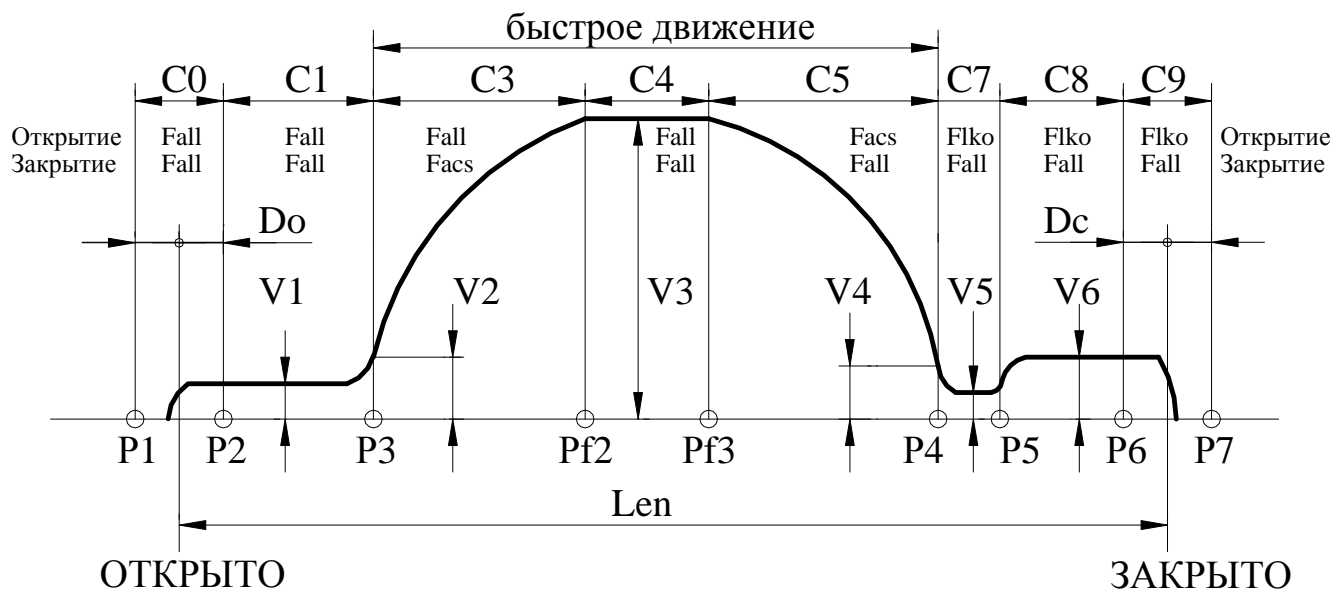

Рис.3. Траектория движения.
- **E0L** – переезд зоны полного открытия (**C0, рис.3**) или полного закрытия (**C9, рис.3**). *Синхронизация* в этом случае выключается. Ошибка сбрасывается при смене кода направления движения. При повторном неоднократном возникновении данной ошибки нужно провести **измерение проема**, если затем эта ошибка все равно будет возникать, необходимо проверить механику привода.
3.6.1. **Рис.3**, на котором показана траектория движения, отслеживаемая *Устройством*, поясняет назначение многих параметров, рассмотренных ниже. На **рис.3** отображено также распределение сил на участках траектории отдельно при открытии и при закрытии (при переходе в режим удержания устанавливается соответствующая сила удержания).
- Если Var\_sl=1, то точка препятствия запоминается и происходит замедление скорости движения при подходе к точке препятствия до Vbar. При отсутствии препятствия в том же месте, дальнейшее движение происходит по кривой, указанной на **рис.3**.
3.6.5.14. **Номер D** – C\_vko (мм) – дополнительное смещение точки **P2(рис.3)** для расширения диапазона удержания сигнала ВКО.
3.6.5.15. **Номер E** – C\_vkz (мм) – дополнительное смещение точки **P6(рис.3)** для расширения диапазона удержания сигнала ВКЗ.